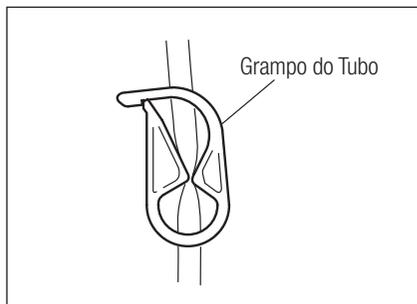

Fig.12
- 1) Aperte o grampo do tubo situado entre a agulha do tubo de irrigação e a bomba de irrigação da forma descrita na Fig.12.